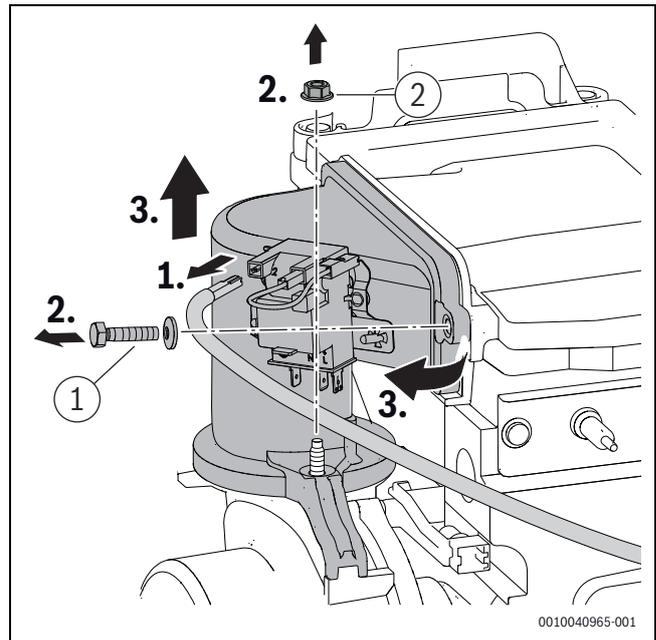

Bild 264 Mischeinrichtung ausbauen
- ▶ Schraube und Mutter ([1] und [2], Bild 264) an der Mischeinrichtung mit 5,5+0,5 Nm festziehen.